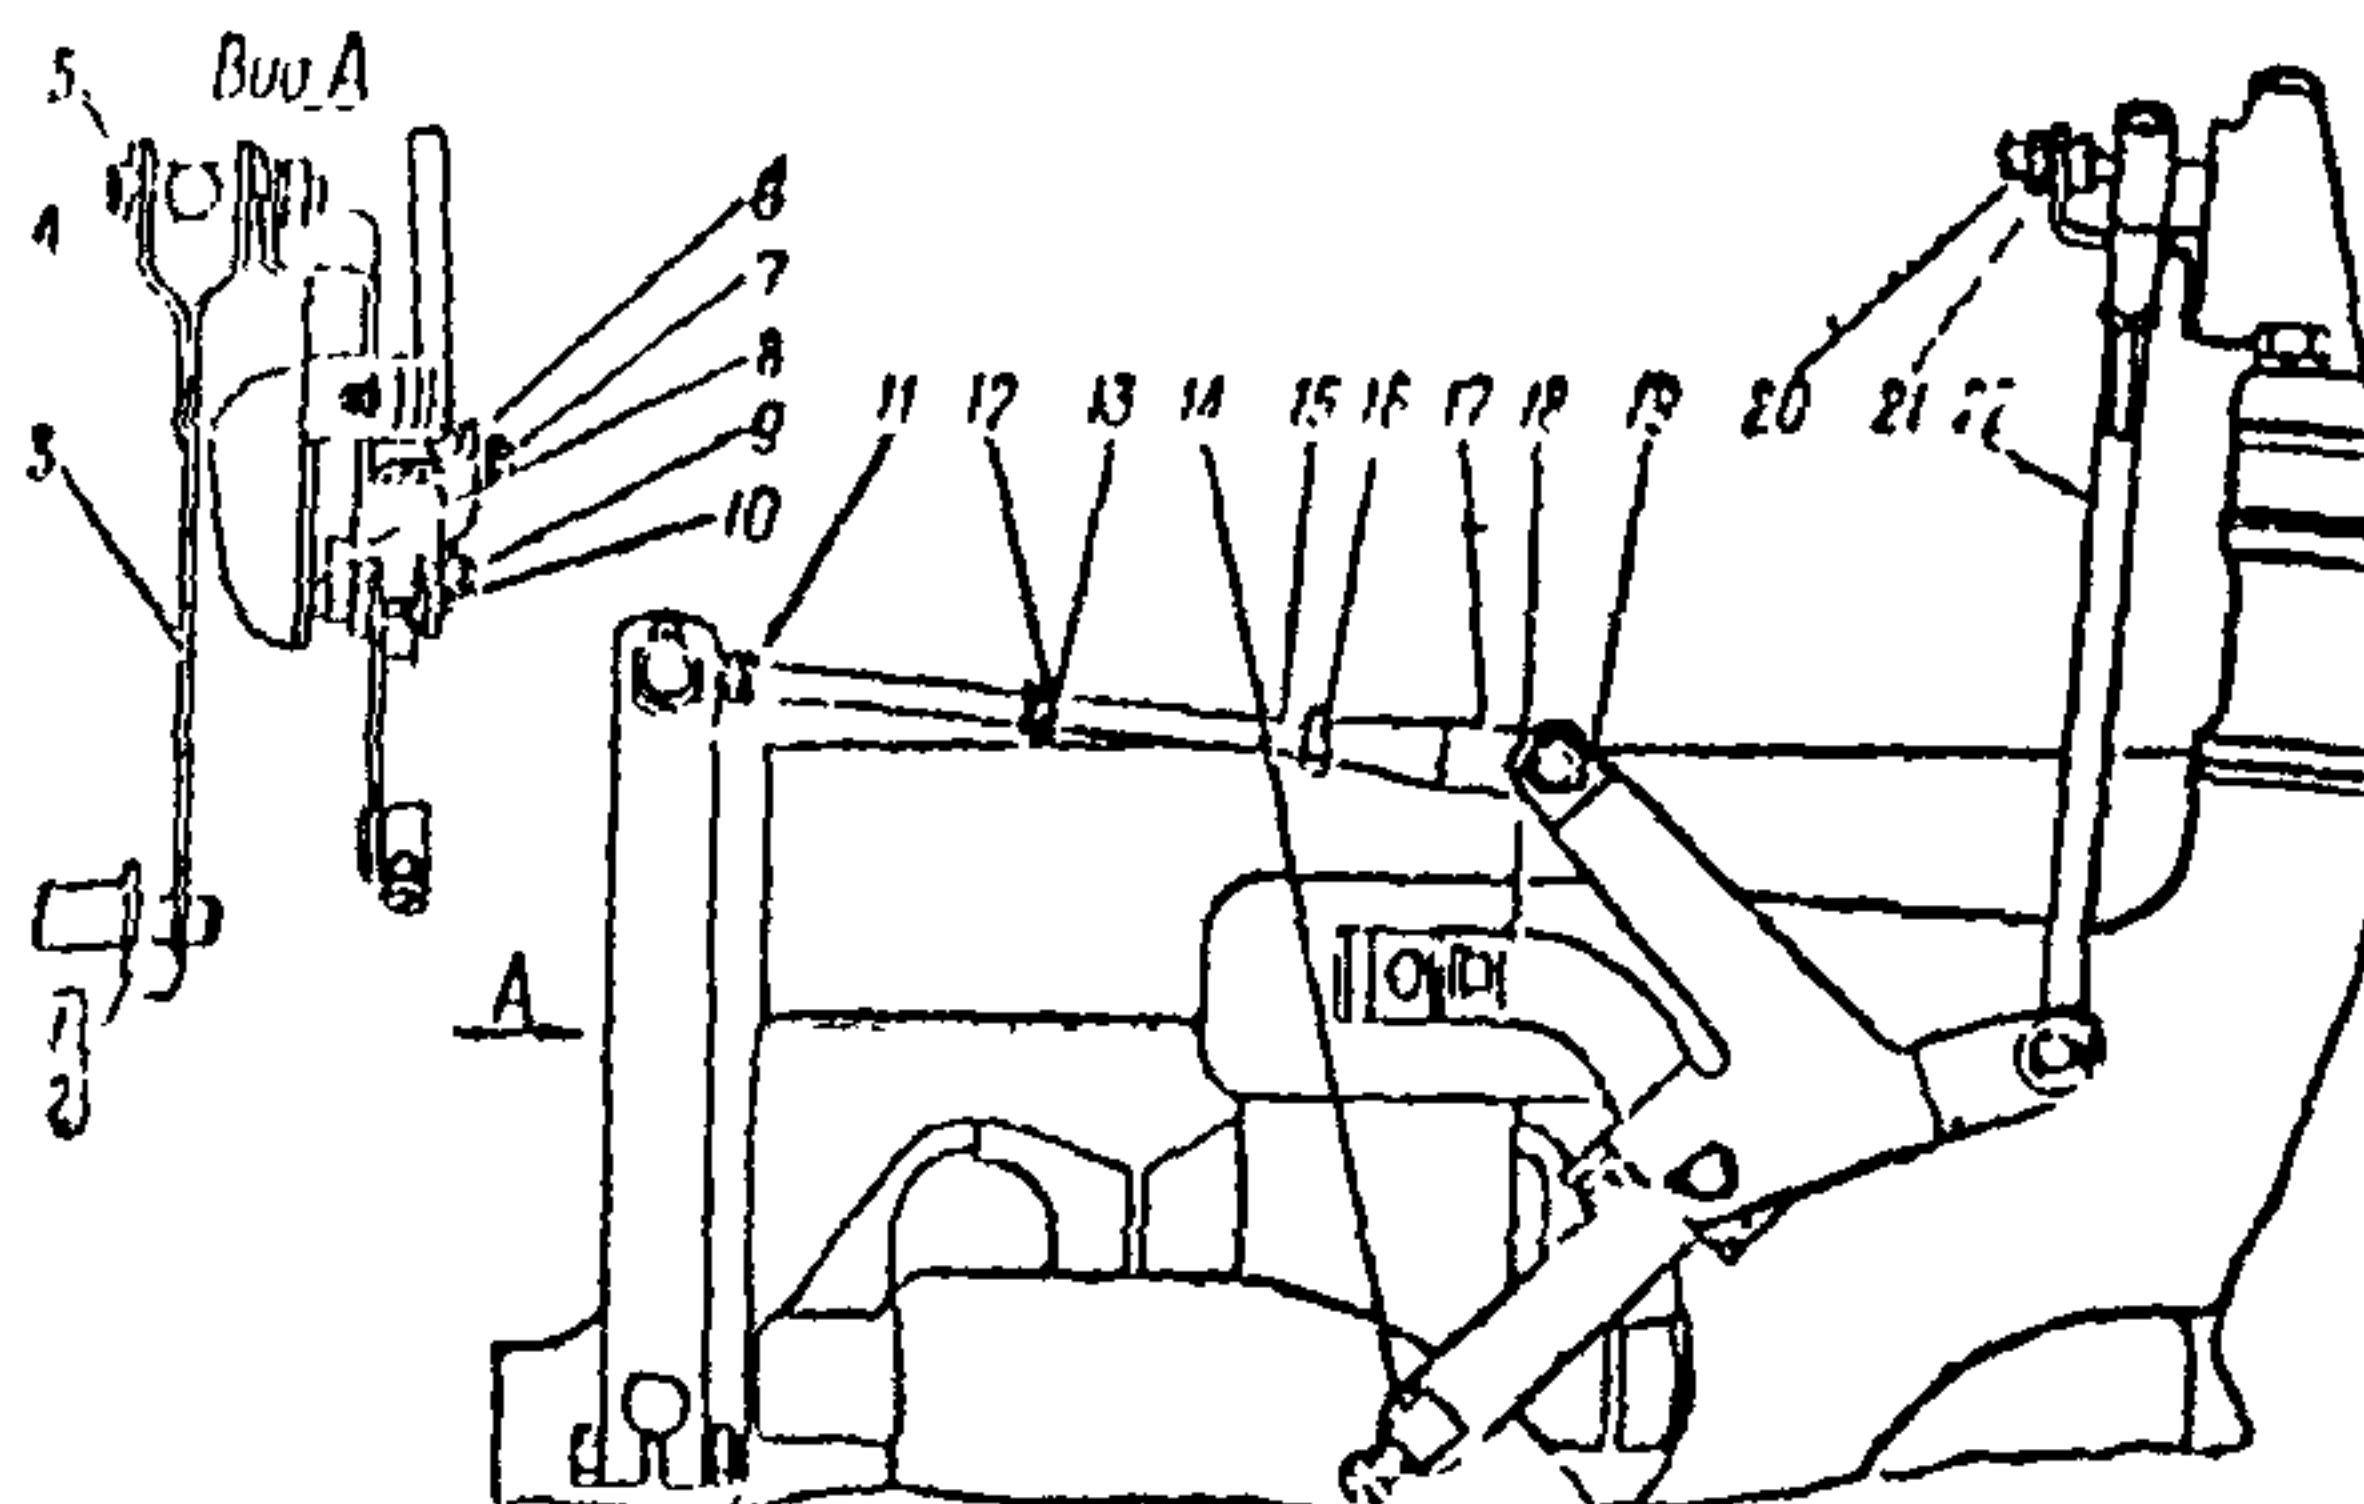

Рис. 5.29. Установка деталей акселератора автомобиля
1) произвести установку газопровода 53Ф-1008010 через прокладки, предварительно установив на газопровод детали акселератора (рис.5.29) шпильку 9 рычагов акселератора, рычаг 14 тяги ручного управления акселератором, рычаг 19 тяги дроссельной заслонки, кронштейн 18 оболочки воздушной заслонки, используя при этом шплинт 10, пружинную шайбу 8, штуцер переходный 52-07-4408035 и штуцер отбора вакуума;